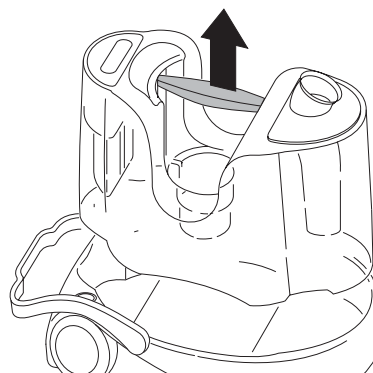

fig. 3
- Extrageți rezervorul de acumulare solide/lichide **E** folosind mânerul corespunzător prevăzut pe rezervor (fig. 3).